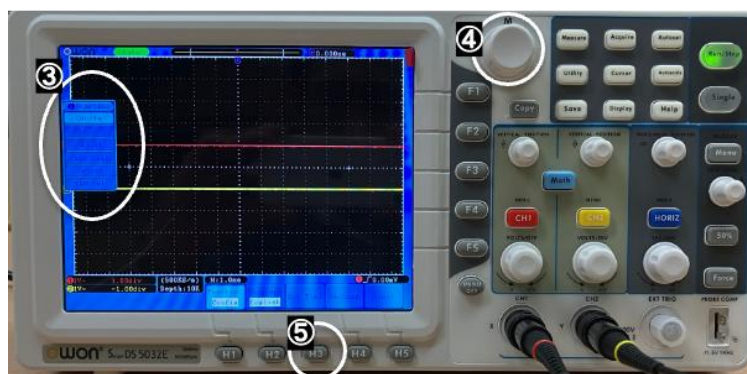

図 3-9. オシロスコープの初期設定(2)
- (2) 図 3-9 のように画面左に③Function メニューが現れるので、④M ダイヤルを回し (反時計回りに回すとハイライト表示された項目が下に移動, 時計回りに回すと上に移動), Adjust を選択しなさい。すると、画面下の H1 ボタンが Function[Adjust] となり、⑤H3 が Default ボタンとなる。そこで、⑤H3(Default)ボタンを押すと、カチャッと音がして初期設定され、画面のように赤, 黄の 2 本のラインが現れる。現れない場合は再度⑤H3 ボタンを押しなさい。